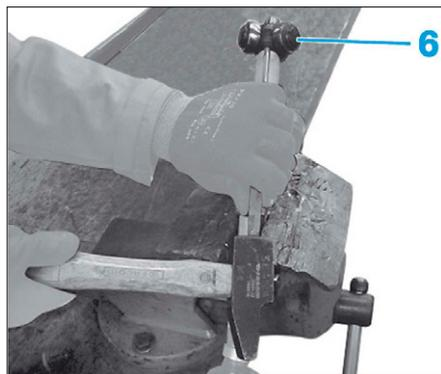

FIG. 15
- le tripode (6), à l'aide d'un marteau et d'un chasse-goupille (Fig.15),